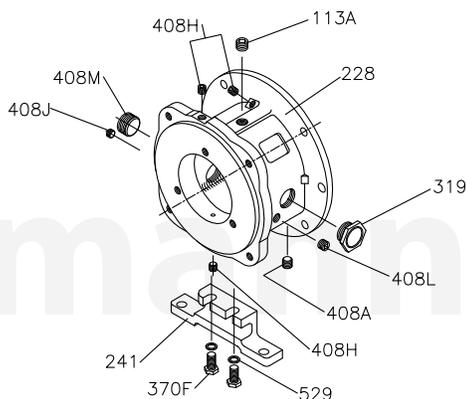

Figura 34
- Y Instale en la caja de rodamientos todos los tapones roscados (el tapón de drenaje de aceite, los cuatro tapones de conexión neblina de aceite, los dos tapones de entrada y salida del enfriador de aceite, etc.) además de la mirilla de aceite y los dos pernos guía (vea la figura 34).